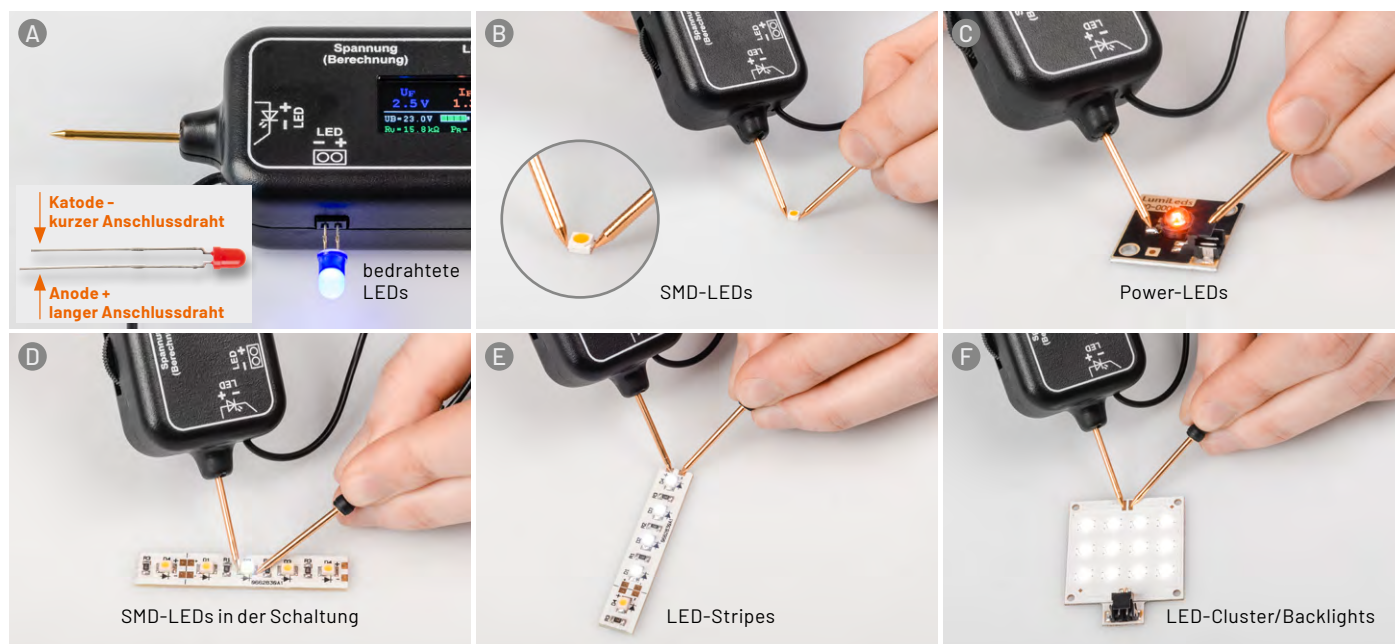

Bild 4 : So werden bedrahtete LEDs, SMD-LEDs, LED-Strips und LED-Cluster kontaktiert.
Für die Kontaktierung bedrahteter LEDs steht eine seitlich positionierte Buchse (A) zur Verfügung (Bild 4 A). Es ist dabei die Polung der LED, die auf dem Gehäuse des LED-T2 aufgedruckt ist, zu beachten. Die Anschlussbelegung einer LED ist ebenfalls in Bild 4 A zu sehen. Der längere Anschlussdraht ist immer der Pluspol, die sogenannte Anode. Falls die LED falsch angeschlossen wird, hat das keine negativen Auswirkungen, denn die LED ist dann in Sperrschaltung kontaktiert und es kann kein Strom fließen.
den. Da bei falscher Polung kein Schaden an der LED entsteht, kann die Polung einfach durch Ausprobieren ermittelt werden. Bild 4 B zeigt, wie man eine „lose“ SMD-LED kontaktiert.
Durch die relativ hohe Prüfspannung (bis 15 V) ist der LED-Tester in der Lage, LED-Cluster, LED-Strips oder mehrere in Reihe geschaltete LEDs zu testen. Diese Anwendungsbeispiele sind in Bild 4 dargestellt. Wie schon erwähnt können nur LED-Einheiten getestet werden, die mit einer Versorgungsspannung < 15 V arbeiten.